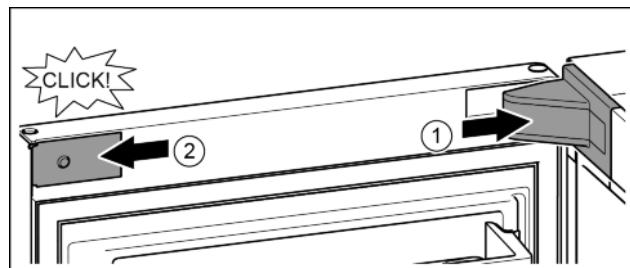

Fig. 22
- Встановіть та зафіксуйте кришку опорного кронштейна, у разі необхідності — обережно розтисніть. Fig. 22 (1)
- Встановіть збоку і зафіксуйте накладку. Fig. 22 (2)